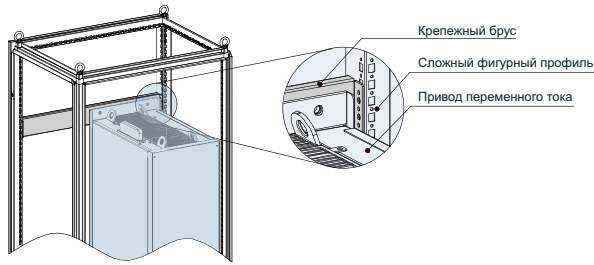

Рис. 2-14 3- мерный вид конструкции T10 - T12 в шкафу
2	Закрепить нижний монтажный кронштейн, как показано на рис. 2-14.
- 2) При монтаже конструкций T10 - T12 в шкаф из «профиля с девятью изгибами» глубиной 600 мм, фиксирующие балки должны складываться внутрь, как показано на рис. 2-14. При монтаже привода переменного тока в шкаф глубиной 800 мм не требуется складывать балки внутрь.